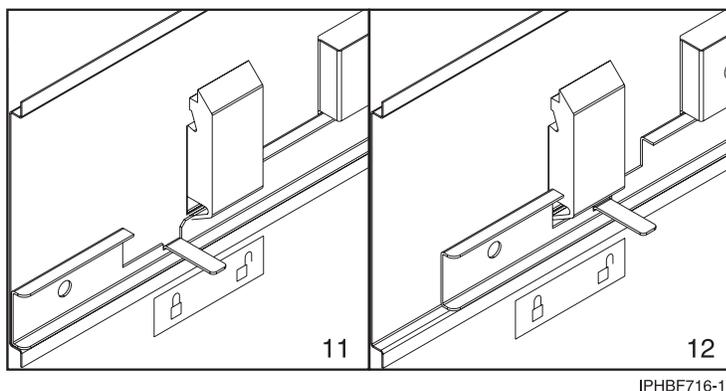

Figura 56. Colocar o autocolante de bloqueado/desbloqueado no painel da tampa
- e. Coloque uma etiqueta autocolante bloqueada/desbloqueada no interior do painel da tampa de forma a que, quando a barra deslizante se encontrar na posição bloqueada, a patilha esteja sobre o símbolo de bloqueado (11), conforme demonstrado em Figura 56 na página 75 e sobre o símbolo de desbloqueado (12) quando a barra deslizante estiver desbloqueada.